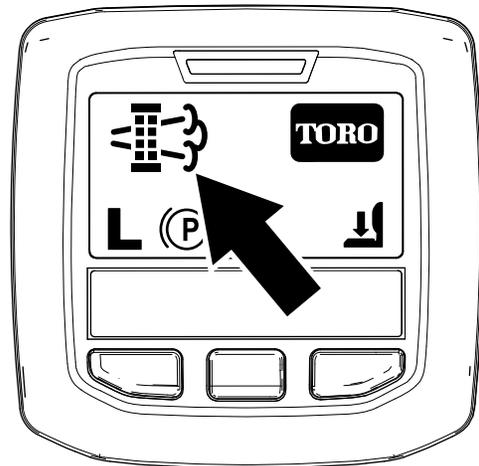

Рисунок 44
- Когда компьютер двигателя запрашивает стационарную или восстановительную регенерацию, на дисплее инфо-центра появляется значок запроса на регенерацию (Рисунок 44).